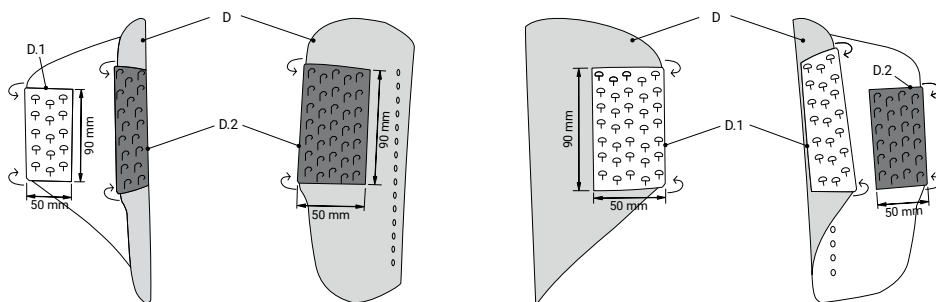

Figura 6: Manguito esquerdo
Retire a almofada antiga (E) e a tira superior (F.1 ou F.2). Substitua as tiras autoadesivas antigas fixadas no interior e no exterior do manguito (D) pelas novas tiras autoadesivas brancas com cabeça de cogumelo (D.1) e pelas tiras pretas com ganchos (D.2) fornecidas. Depois de retirar as tiras antigas, limpe o manguito com um agente desengordurante, como álcool isopropílico. Posicione as tiras conforme ilustrado na Figura 6. Pressione cada tira nova com firmeza durante, pelo menos, 60 segundos. Fixe firmemente a nova almofada ao manguito. Envolver as tiras de veludo cosidas da almofada em torno das extremidades dianteira e traseira do manguito e pressione-as firmemente no exterior. Fixe a tira superior no exterior do manguito, sobre o veludo dobrado da almofada.